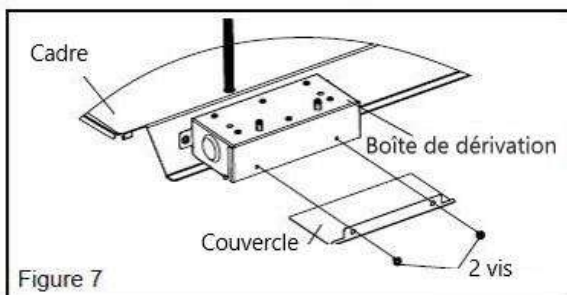

Figure 7
3. Retirez le couvercle de la boîte de jonction (2 vis). Prenez le cordon d'alimentation et faites-le entrer dans le boîtier à travers la décharge de traction qui est fournie (voir la figure 7).
2. Comme le montre la Figure 7, l'unité intérieure a un jeu de fils de signal de commande, avec 1 câblage.